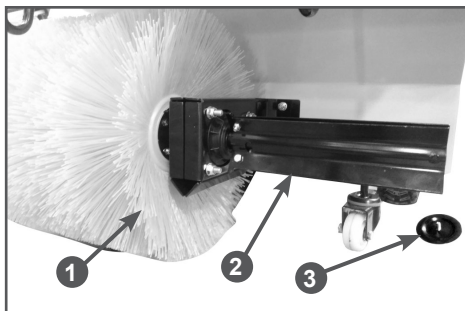

Рис. 14 Снятие щеток
1. Открутите винт крепления крышки 3 держателя и снимите щетки 1 с держателей 2 (Рис. 14).